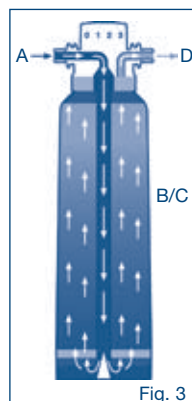

Fig. 3
L'acqua del rubinetto (A) scorre verso la cartuccia filtrante (Fig. 3). Nella sezione (B) le particelle vengono rimosse tramite un prefiltro e grazie al carbone attivo vengono eliminati odori e sostanze sgradevoli, come ad esempio il cloro (C).